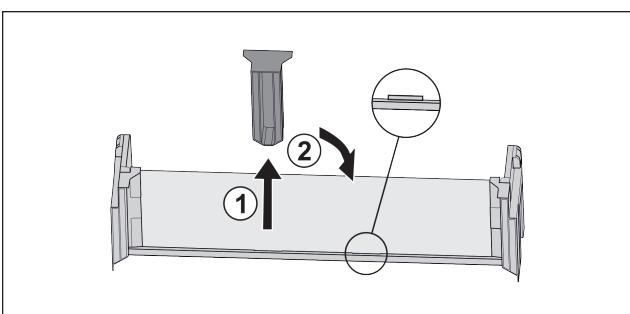

Fig. 107
► Снимите среднюю поддерживающую деталь *Fig. 107 (1)*.
► Вставьте среднюю поддерживающую деталь во вторую позицию *Fig. 107 (2)*.